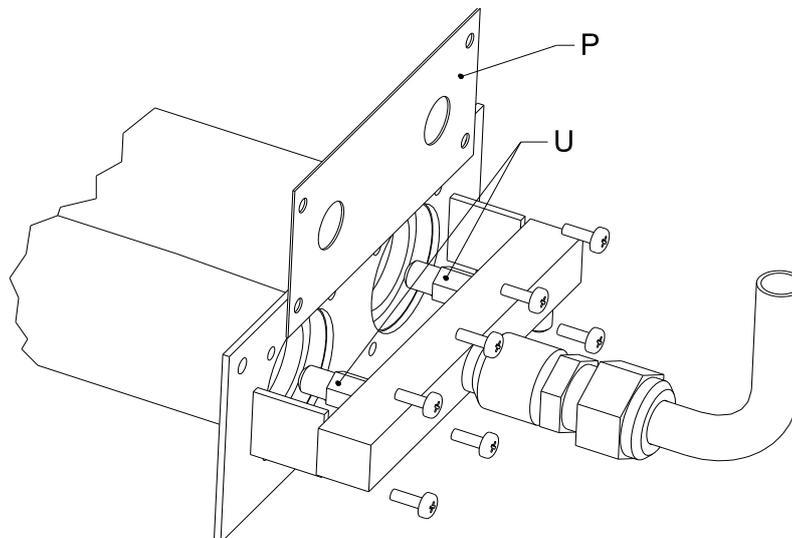

Fig. 2
a) REPLACE BURNER NOZZLES (Fig. 2)